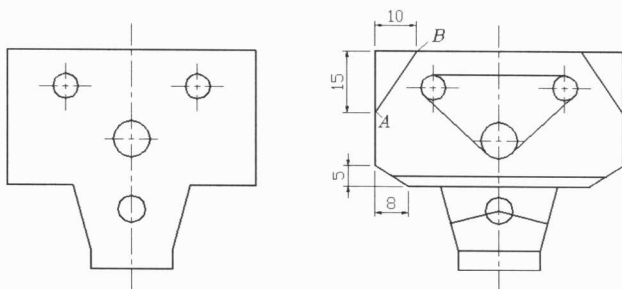

图1-12
**【练习1-12】：** 打开附盘文件“1-12.dwg”，利用 LINE 命令并结合对象捕捉功能，将图 1-12 中的左图修改为右图。